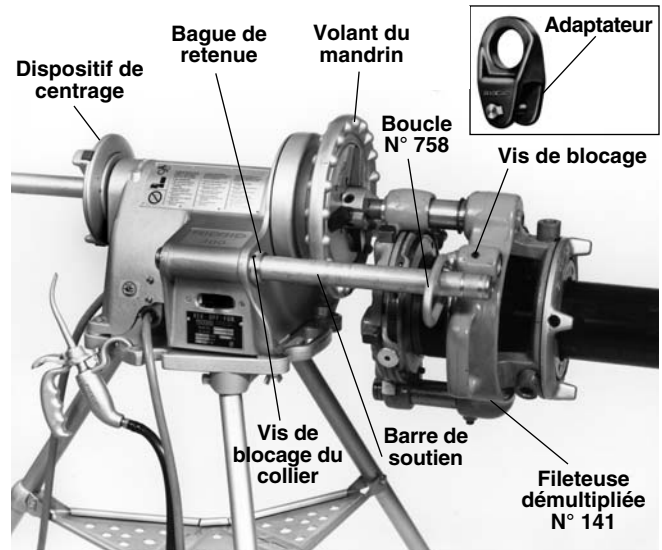

Figure 19 – Fileteuse démultipliée N° 141 en couplage direct avec le système d'entraînement
4. Fileteuse démultipliée N° 141 (*Figure 19*) – Retirez la barre d'appui côté interrupteur et bloquez la bague de retenue contre le bâti du système d'entraînement à l'aide des vis de blocage.
5. Fileteuse démultipliée N° 141 (*Figure 19*) – Enfillez la boucle N° 758 autour de la barre d'appui et bloquez-le contre la boucle du boîtier d'engrenages à l'aide de la vis de blocage.
NOTA ! Utilisez l'adaptateur N° E-3675 (*Figure 19*) au lieu de la boucle N° 758 sur les fileteuses 4P dont le boîtier d'engrenages n'est pas équipé de boucle.